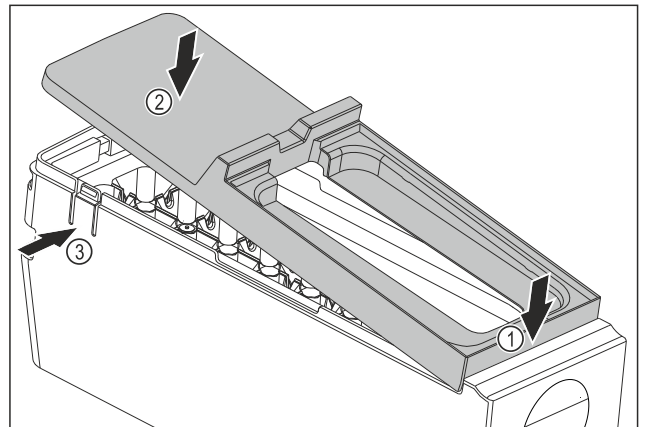

Fig. 144
- ▶ Montar la cubierta del EasyTwist-Ice: Colocar la cubierta por delante. Fig. 144 (1)
- ▶ Bajar la cubierta por detrás. Fig. 144 (2)
- ▶ La cubierta encaja en ambas lengüetas Fig. 144 (3) de forma audible.